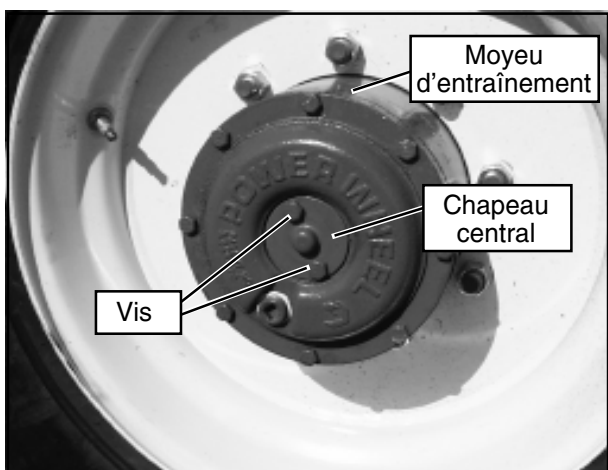

Figure 7 : Moyeux d'entraînement (montrés en position de fonctionnement)
2. Se reporter à la figure 7, et désengager les quatre moyeux de roue d'entraînement. Déposer les deux (2) vis ainsi que le chapeau central. Poser de nouveau le chapeau central mais en sens contraire.